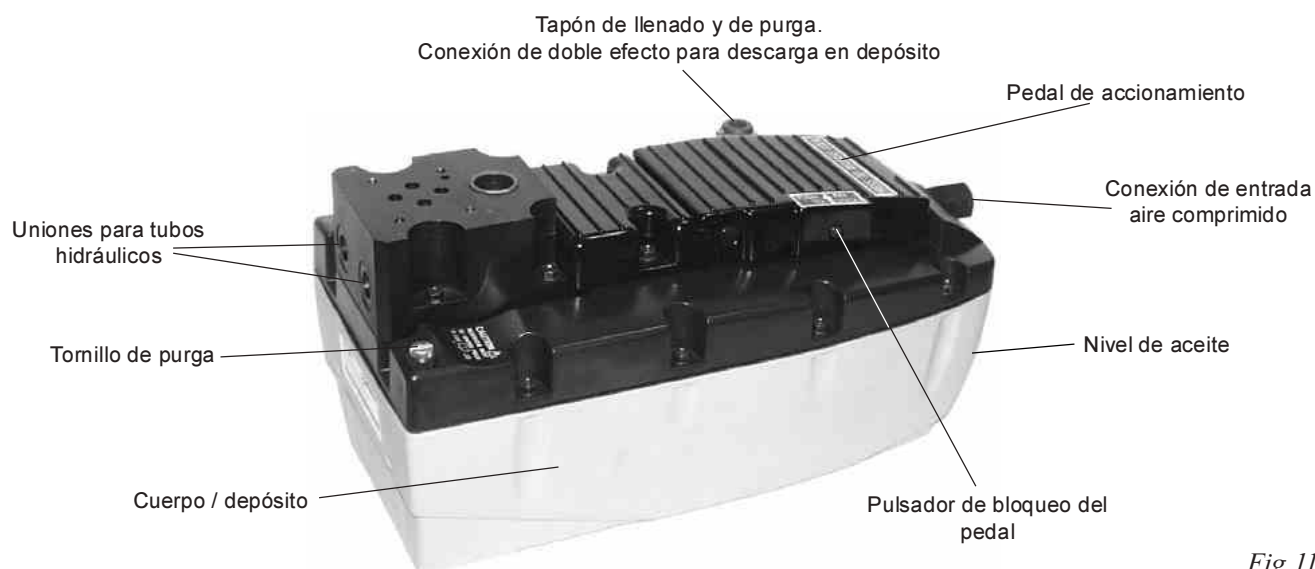

Fig. 11
La Fig.11 ilustra los distintos componentes de la bomba.
La Fig.11 representa la bomba ZE22107/A (depósito de 2,4 litros).
- Con la ayuda de un destornillador de hoja plana, extraigan, hasta quitarlo, el tapón de llenado (fig.11 en pág.13).
- Enrosquen en el racor de entrada para el aire comprimido (fig.11, pág.13) un racor rápido adecuado para su instalación, enrollando previamente la rosca con cinta de Teflón.